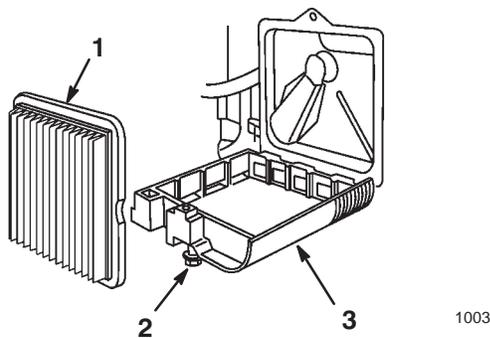

Figure 17
3. Desserrez la vis qui fixe le couvercle du filtre à air au moteur (Fig. 17).
5. Enlevez et jetez l'élément filtrant en papier usagé (Fig. 17).